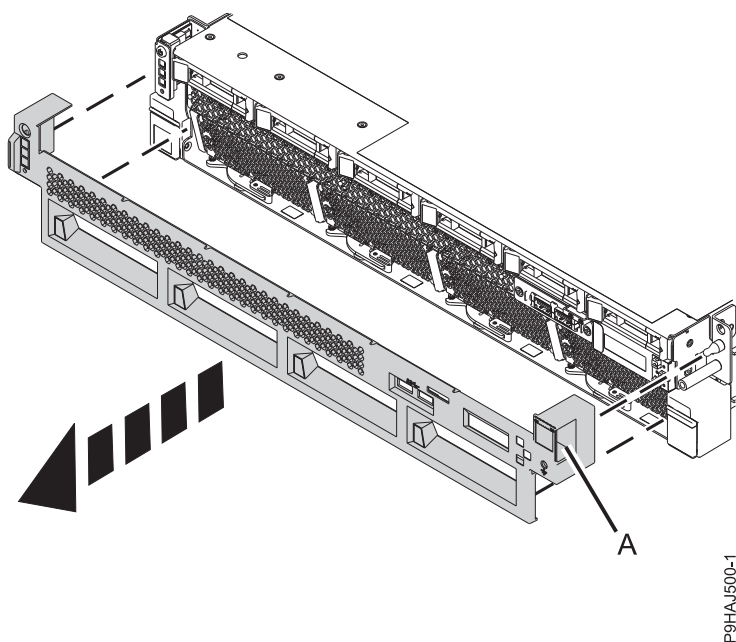

Figura 7. Extracción de las cubiertas frontales
2. Extraiga la cubierta frontal tirando de ella y sacándola del sistema. La cubierta tiene hendiduras (A) para que se sujete más fácilmente. Vea la Figura 7.